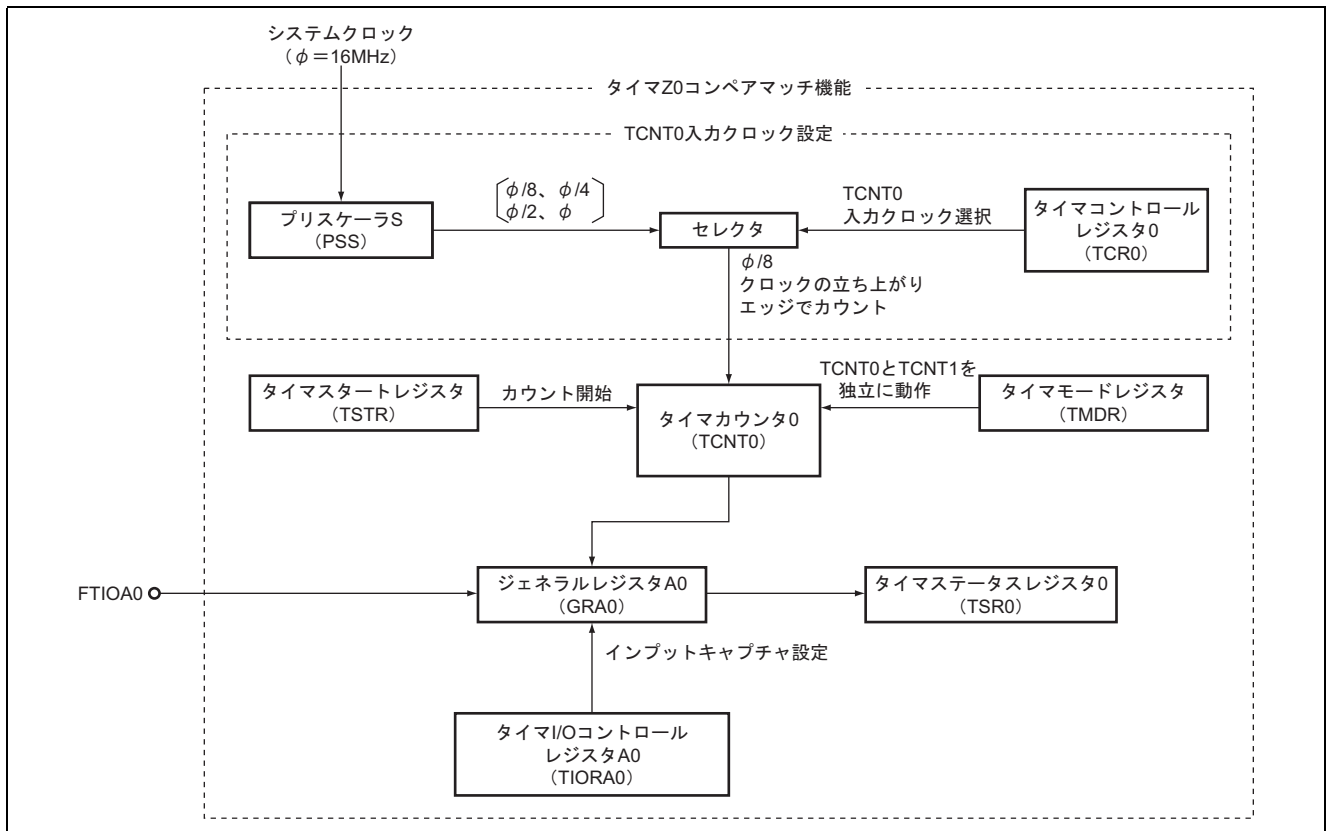

図 2.1 タイマ Z0 のブロック図
1. 本タスク例では、タイマ Z のインพุットキャプチャ機能を動作します。インพุットキャプチャ機能のブロック図を図 2.1 に示します。以下にタイマ Z インพุットキャプチャ機能のブロック図について説明します。